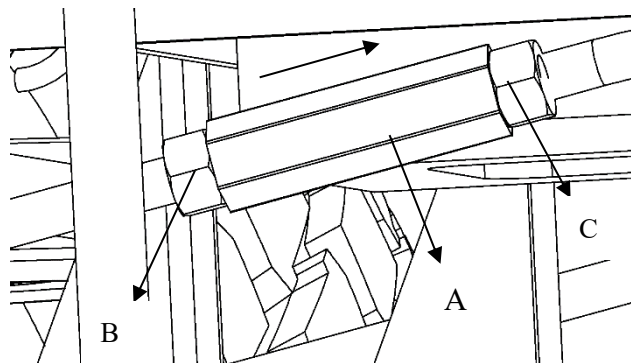

Рис. 21
7.5.3 Если необходимо отрегулировать левое колесо, найдите позицию А (См. Рисунок 21), более подробная информация о позиции А показана на Рисунке 22.
7.5.4 Если правое колесо вращается по часовой стрелке (вид снаружи см. рис. 21), осторожно ослабьте гайки (В и С), затем поверните нейтральный хомут (А на рис. 21) против часовой стрелки (направление стрелки см. рис. 21), пока колесо не перестанет вращаться. С другой стороны, поверните гайку по часовой стрелке. Наконец, надежно затяните гайки (В и С).